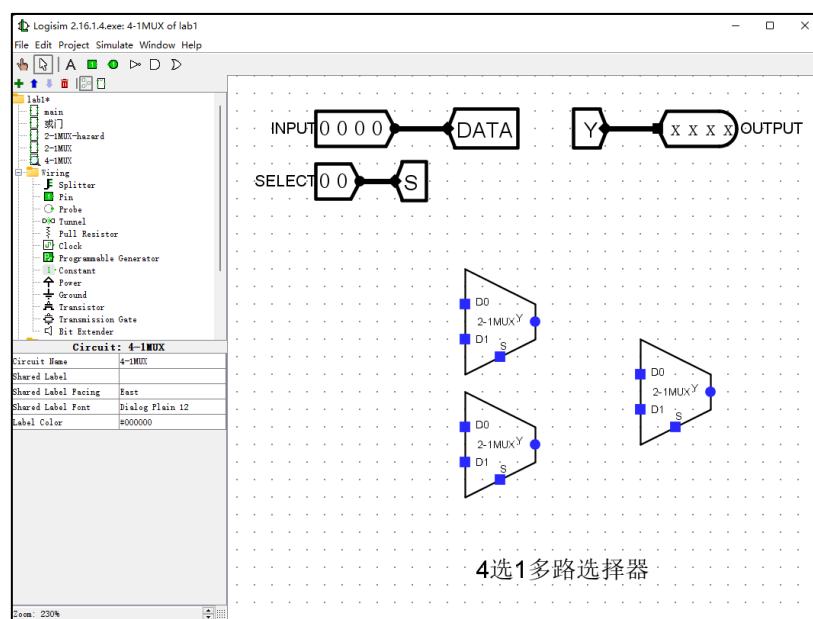

图 1.32 修正后的主电路图
5) 隧道和集线器部件实验。在 4-1MUX 子电路工作区中放置 4 位输入引脚 INPUT，2 位的输入引脚 SELECT 和 1 位输出引脚 OUTPUT，并放置 3 个隧道，数据位宽分别为 4、2 和 1，分别标识为 DATA、S 和 Y；并把 INPUT 输入引脚和隧道 DATA 端口相连，SELECT 输入引脚和隧道 S 相连，输出引脚 OUTPUT 和隧道 Y 相连。删除原电路图中的输入引脚和输出引脚及其与多路选择器之间连线，如图 1.32 所示。